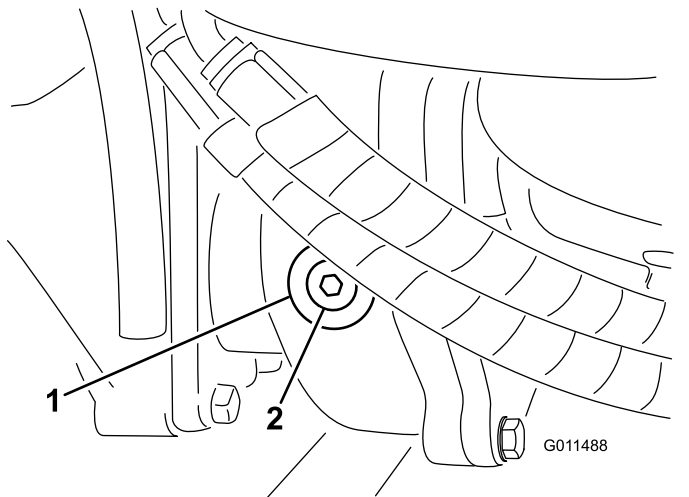

Figura 108
2. Togliete il tappo di controllo/riempimento dal lato sinistro del riduttore e verificate che il lubrificante raggiunge la base del foro (Figura 108).